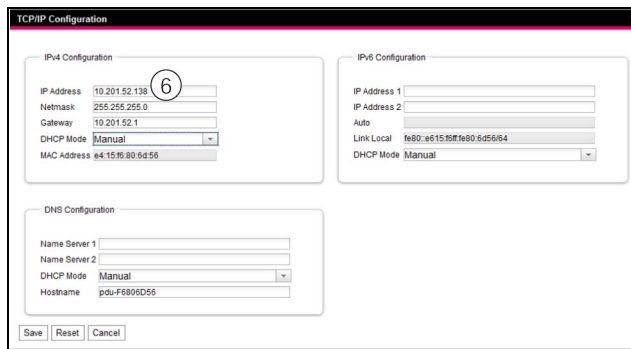

Imagen 19: Adaptación de los ajustes TCP/IP
- Modifique en la ventana **TCP/IP Configuration** en el marco de grupo **IPv4 Configuration** la dirección IP del equipo por una dirección permitida en la red (imagen 19, pos. 6).